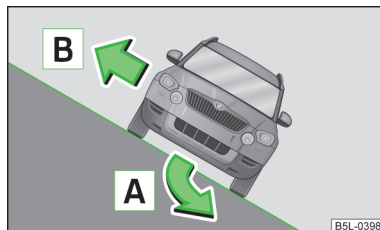

Fig. 114
Nel caso in cui vi sia il pericolo di un ribaltamento, sterzare subito nella direzione della discesa **A** » fig. 114 e quindi accelerare leggermente.
Se il veicolo si blocca in una posizione molto inclinata e gli occupanti del veicolo sono obbligati ad abbandonarlo, gli occupanti dovranno uscire dal lato del veicolo rivolto verso l'alto **B** » fig. 114.
- Prima di guidare lungo un pendio scosceso **A** » fig. 114 occorre prestare attenzione che vi sia la possibilità di sterzare lungo la linea di massima pendenza. Nel caso in cui si stia guidando lungo un pendio e vi sia il pericolo di un ribaltamento, sterzare immediatamente verso valle, lungo la linea di massima pendenza e accelerare leggermente.
- Se il veicolo si trova sul pendio con una grande inclinazione laterale, non uscire mai dal veicolo attraverso le porte rivolte verso valle. Il veicolo deve sempre essere abbandonato con grande prudenza sul lato rivolto verso monte **B** » fig. 114.